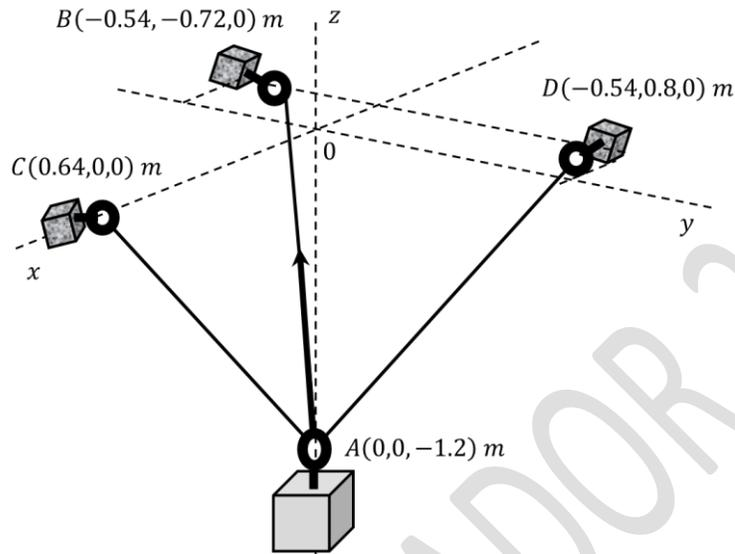

Fig. 3.9.
3.8.- Un cable AB (entre otros dos) sostiene la caja mostrada en la Fig. 3.9 y tiene una tensión de 3 (kN). Determine el torque que produce esta fuerza con respecto del punto D.